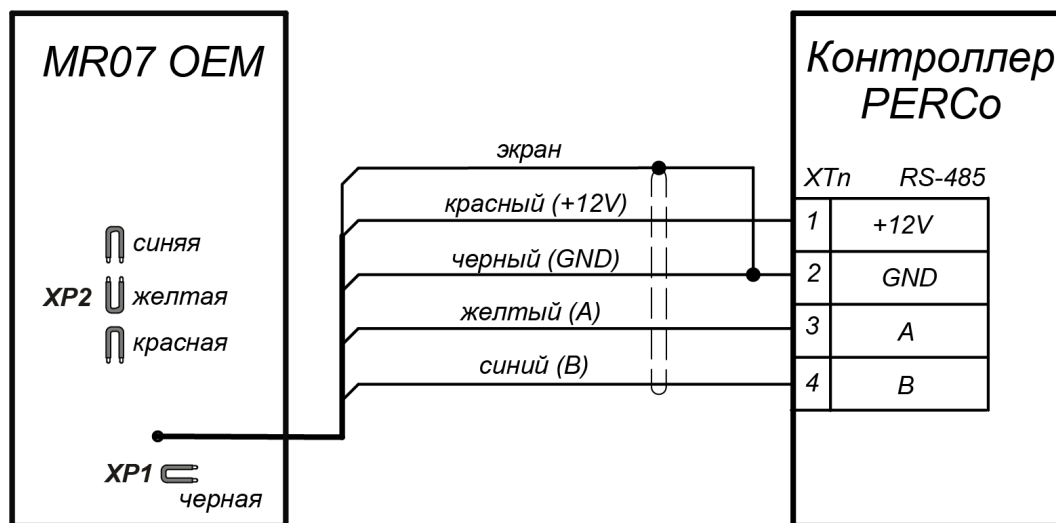

Рисунок 1. Схема подключения считывателя к контроллеру PERCo
Кабель для подключения считывателя выведен с его тыльной стороны. Кроме того, на тыльной стороне считывателя расположены четыре перемычки проводом (см. рис.1):
В считывателе предусмотрена звуковая индикация для отражения событий и состояний как собственно считывателя, так и контроллера СКУД. Управление звуковой индикацией считывателя контроллер СКУД осуществляет при помощи команд по интерфейсу RS-485 (схему подключения см. на рис. 1).
3. При помощи трех перемычек **XP2** (см. рис. 1) установите номер считывателя, для чего в соответствии с табл. 2 необходимые перемычки перекусите кусачками. Разрезанные перемычки не должны контактировать с другими перемычками.
4. С целью предотвращения искажений сигнала на концах линии связи **RS-485** должны быть установлены концевые резисторы. В считывателе **PERCo-MR07 OEM** такой резистор предусмотрен конструктивно. Если устанавливаемый считыватель не является конечным устройством на линии связи, то на нем необходимо отключить концевой резистор, для чего перекусите перемычку **XP1** (см. рис. 1). Проверьте наличие концевых резисторов на реальных концах линии связи интерфейса **RS-485**.
6. Проложите кабель, закрепите его и подключите к контроллеру СКУД (схему подключения смотри на рис. 1 и в руководстве по эксплуатации на соответствующий